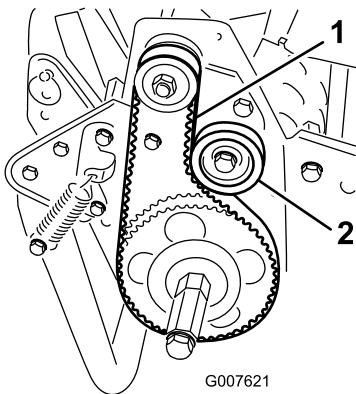

Рисунок 39
- Проверьте натяжение, приложив к ремню посередине между шкивами (Рисунок 39) усилие 18–22 Н.
- A. Ослабьте крепежную гайку натяжного ролика и поджимайте натяжной ролик по часовой стрелке к обратной стороне ремня, пока не будет достигнуто требуемое натяжение ремня (Рисунок 39).